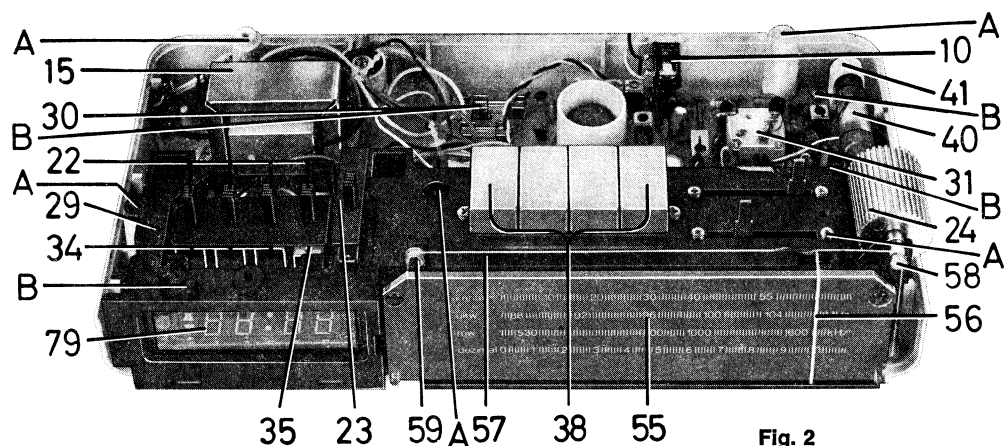

Fig. 2
- 1.2 Die 4 Bodenschrauben „A“ entfernen (Fig. 2).
- 1.5 Die 4 Chassischrauben „B“ entfernen (Fig. 2).
- 1.2 Remove the 4 bottom screws "A" (fig. 2).
- 1.5 Remove the 4 chassis screws "B" (fig. 2).